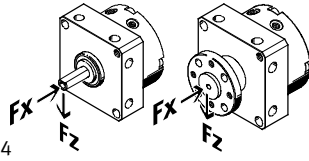

Fig. 4
- Stellen Sie sicher, dass beim Befestigen der Nutzlast folgende Vorgaben eingehalten werden (Fig. 4):